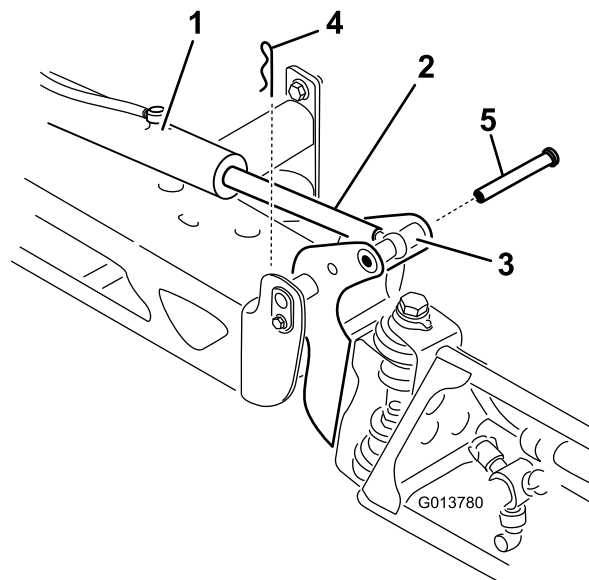

図 62
2. クレビスピンについているヘアピンを抜き取る 図 62。
3. ブームを持ち上げてクレビスピンを外し、ブームをゆっくりと床面に降ろす 図 62。
7. ブームを支えながら、ブームのピボットとアクチュエータロッドにクレビスピンを通す 図 62。